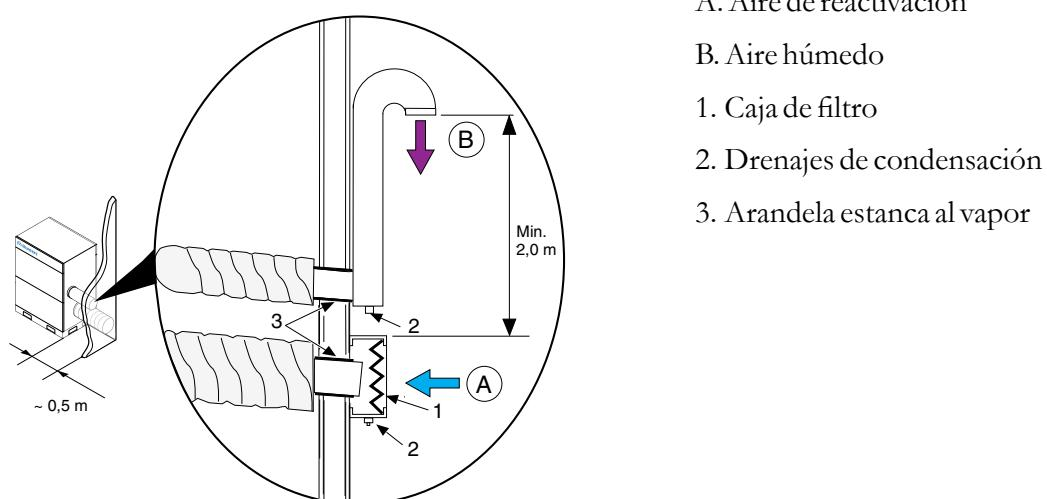

Figura 4.1 Entrada del aire de reactivación y salida del aire húmedo.
- Para evitar que el aire de reactivación saliente humedezca el aire de reactivación entrante, la salida de aire húmedo debe colocarse como mínimo a 2 metros de la entrada del aire de reactivación. Consulte el apartado *Figura 4.1*.